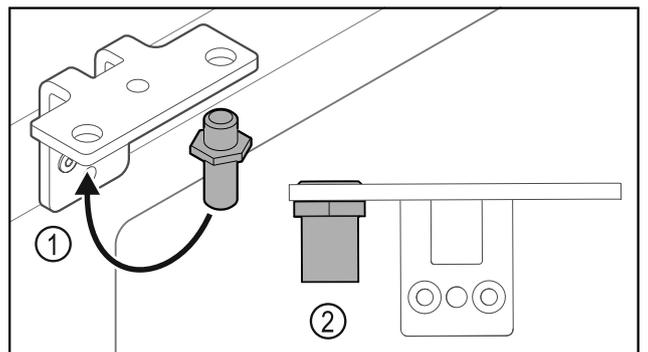

Fig. 30
- ▶ 调换合页角铁中的螺栓 Fig. 30 (1)。
- ▶ 用 **12 Nm** 的扭矩拧紧螺栓 Fig. 30 (2)。